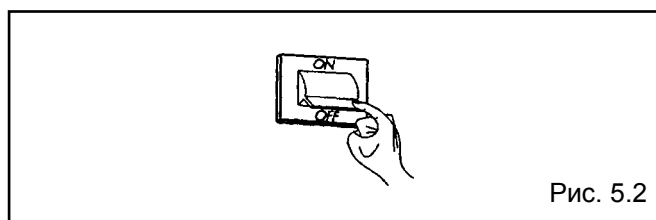

Рис. 5.2
- Отключите питание общим выключателем (рис. 5.2).